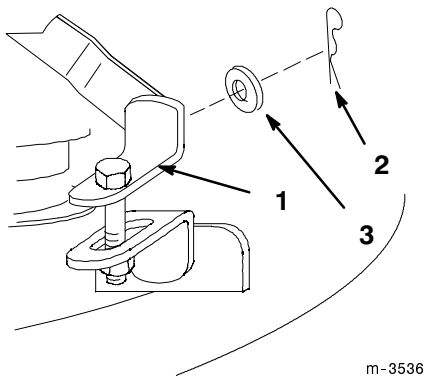

Bild 15
4. Entfernen Sie den 1-7/16"-Splint und die 3/8"-Scheibe von der vorderen einstellbaren Verbindung und entfernen diese vom vorderen Hubarm (Bild 15).